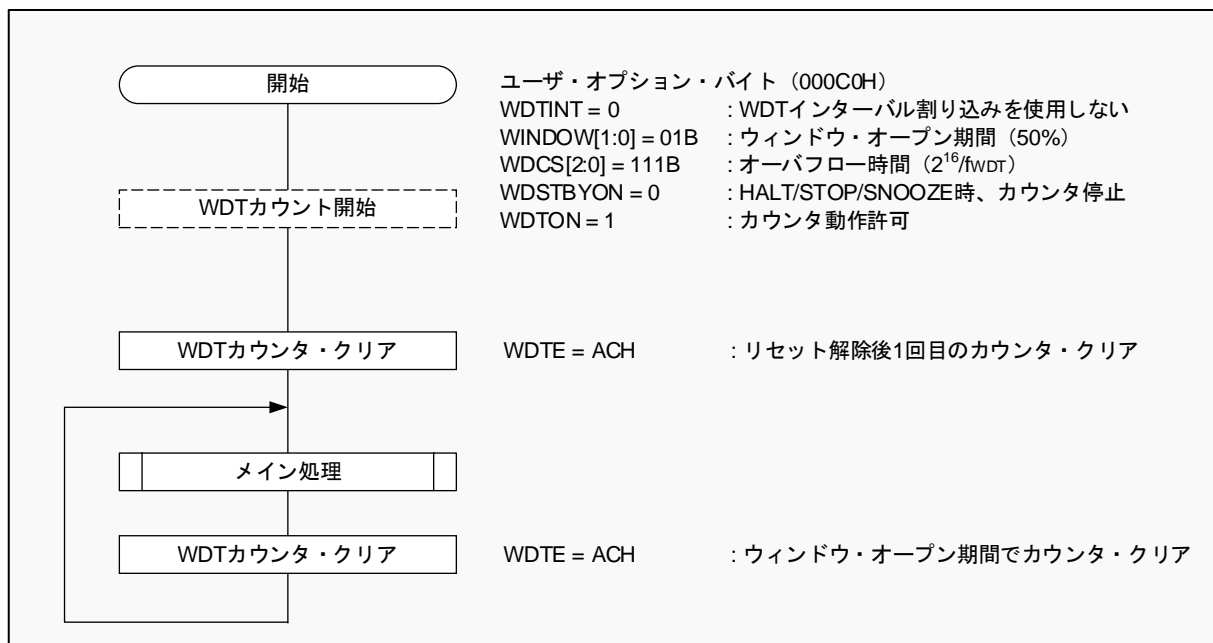

図 15-1 ウォッチドッグ・タイマ機能のフロー・チャート
P.60	「図 15-1 ウォッチドッグ・タイマ機能のフロー・チャート」を改訂。